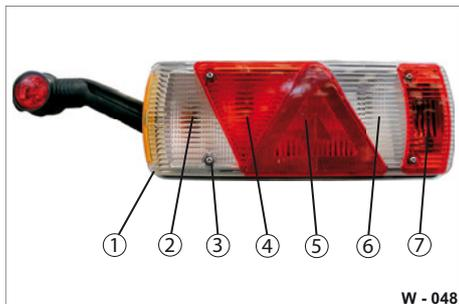

Abb. 51 Komponenten der Heckleuchte
- ▶ Schrauben Sie die 4 Befestigungsschrauben (Abb. 51/3) ab.
- ▶ Entfernen Sie die äußere Lichtscheibe (Abb. 51/1).
- ▶ Schrauben Sie die Befestigungsschrauben (Abb. 51/3) an.